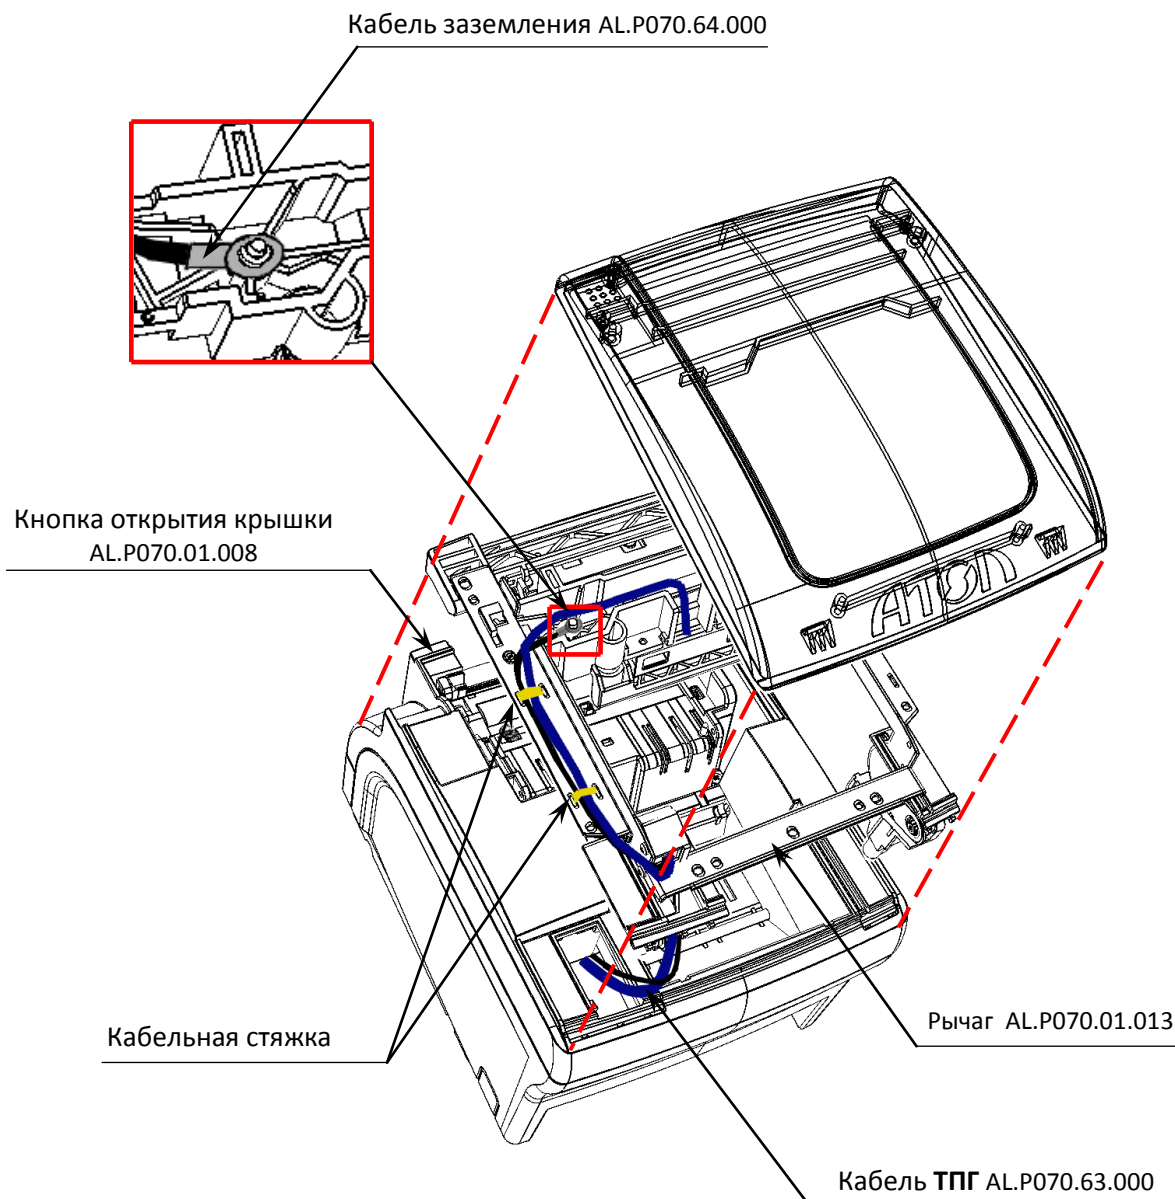

Рисунок 24. Расположение кабеля ТПГ и кабеля заземления в корпусе изделия.
Кабель для подключения **ТПГ** AL.P070.63.000 прокладывается в правой части крышки, под металлическим рычагом AL.P070.01.013, к которому крепится кабельной стяжкой (схема кабеля **ТПГ** представлена в «Альбоме схем» AL.P070.00.000 AC). Затем через проем протягивается в верхнюю часть корпуса к блоку управления (смотрите рисунок 24). Подключается к разъему **ХР7** блока управления. Особенности подключения кабелей к блоку управления показаны на рисунке 26 на странице 27.
- **Кабель заземления AL.P070.64.000** одной клеммой фиксируется на основании ТПГ AL.P070.01.007 (подробнее смотрите рисунок 24). Второй клеммой крепится к блоку управления. Место установки второй клеммы кабеля заземления на блоке управления показано на рисунке 26 на странице 27.